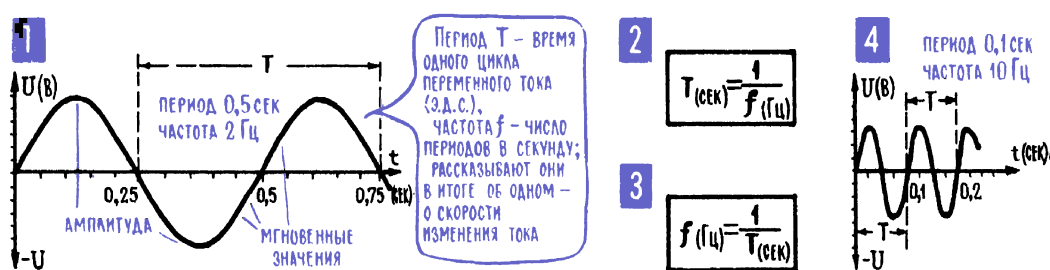

Рис. 6.6. Период и частота переменного тока
6. Частота говорит о том, насколько быстро меняется переменный ток; единица частоты – герц. О постоянном токе нам достаточно было знать одно – какова интенсивность движения зарядов, то есть то, что отражено в характеристике «величина тока», «сила тока». Переменный ток – явление значительно более сложное, и, чтобы судить о событиях в цепях переменного тока, нужна значительно более обширная информация. В частности, нужно знать, насколько быстро меняется ток, насколько часто происходит смена его направлений. Об этом в равной мере хорошо говорят две характеристики, связанные между собой. Первая – период – указывает время, в течение которого переменный ток (ЭДС, напряжение), изменяясь, проходит весь свой цикл, все свои возможные значения. Вторая характеристика – частота – говорит о том, сколько периодов, то есть полных циклов изменения тока (ЭДС, напряжения), успевает произойти за единицу времени. Единица частоты – *герц* (Гц) – число периодов в секунду. Ясно, что чем медленнее происходят изменения тока, чем дольше длится период, тем меньше (принято говорить «ниже») частота. И наоборот, с увеличением частоты период становится все более коротким (рис. 6.6).